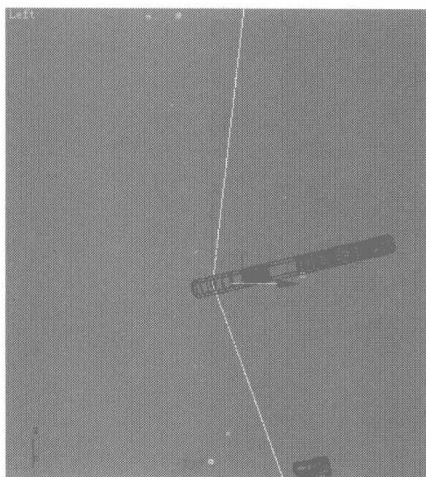
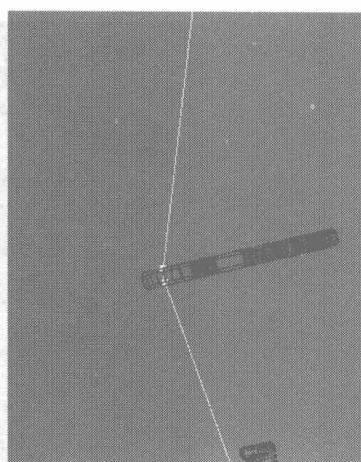

图 5.505
图 5.506
- 04** 选择如图 5.505 所示的点，在 **Fillet** 右边的文本框中设置参数为 14.0，给所选择的点添加拐角，如图 5.506 所示。选择如图 5.507 所示的点，在 **Fillet** 右边的文本框中设置参数为 4.0，模型显示如 5.508 所示。